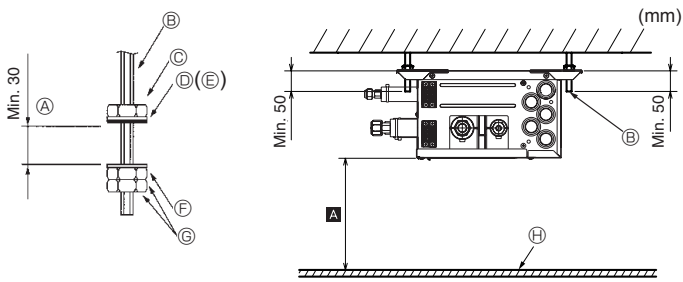

Fig. 6-1
- (2) Coloque as anilhas e as porcas (1, 2, adquirir localmente) nos parafusos de suspensão. (Fig. 6-1)
- (3) Pendure a unidade nos parafusos de suspensão.
- (4) Aperte completamente as porcas (verifique a distância do tecto).
- (5) Utilize um nivelador para colocar a caixa de derivação na horizontal.
- D Anilha (com almofada) ①
- F Anilha (sem almofada) ②